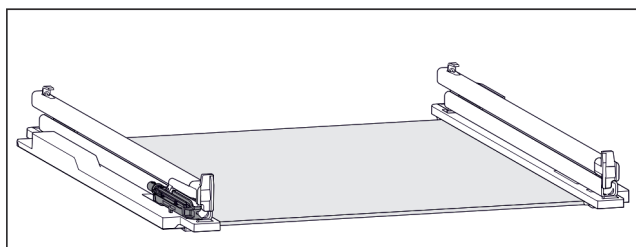

Fig. 124 Amortyzator
- Po lewej szynie zamocowany jest amortyzator. (patrz Fig. 124) Na prawej szynie nie ma amortyzatora.